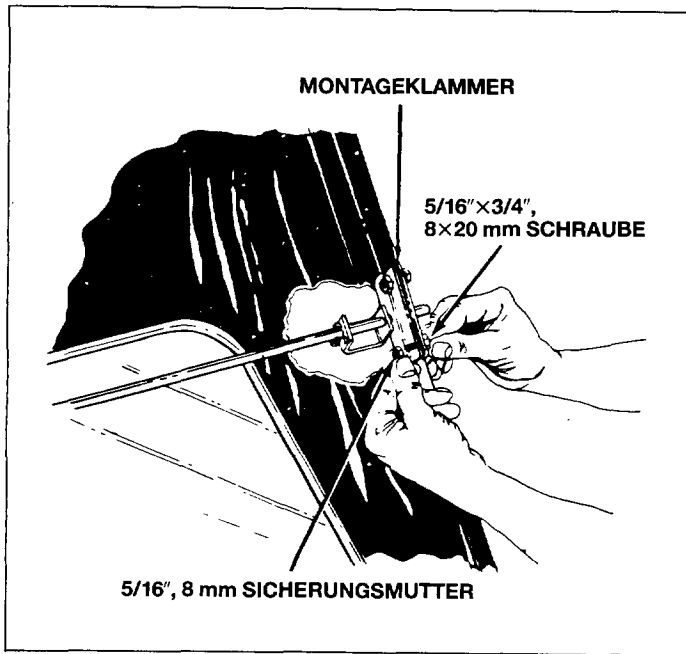

Bild 25
15. Die beiden Montageklammern auf der Innenseite des Rahmens mit Sechskantschrauben 8x20 mm und Sicherungsmutter 8 mm montieren. Siehe Bild 25. *Gut festziehen.*